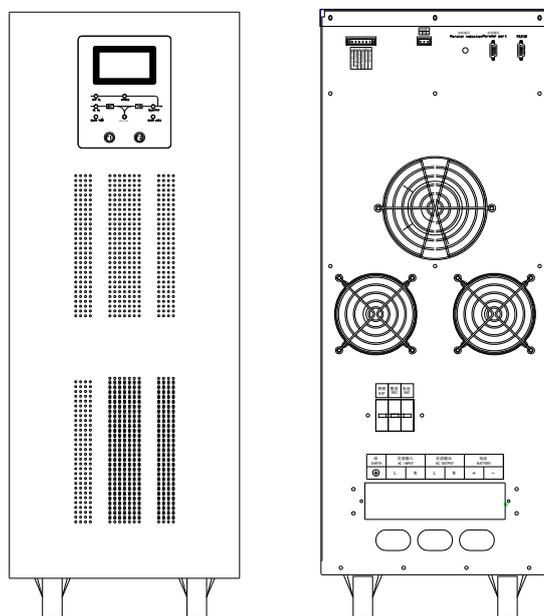

图 3-19
9. 10VA-15KVA LCD 显示面板立式逆变电源有两款机箱类型, 前面板和后面板外观示意图如图 3-19 和 3-20 所示。